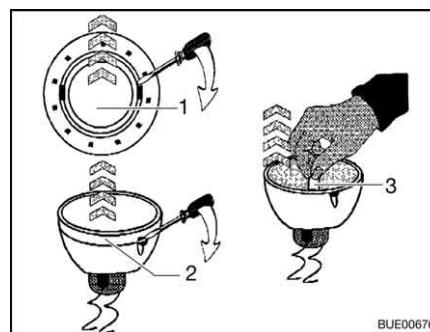

Fig. 270 Sostituire la lampada alogena ad incandescenza
- Togliere dall'involucro l'anello di copertura interno (Fig. 270,1) servendosi di un cacciavite.
- Servendosi di un cacciavite, rimuovere l'anello di copertura con la lastra di vetro (Fig. 270,2) dalla parte inferiore della lampada alogena a incasso.
- Rimuovere la lampada alogena ad incandescenza (Fig. 270,3).